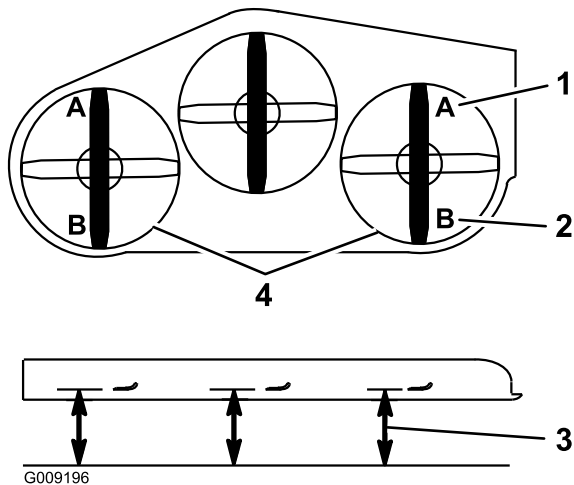

Figura 92
9. En ambos lados de la carcasa, mida desde la superficie nivelada hasta la punta delantera de la cuchilla (Posición A); consulte Figura 92.
15. En ambos lados de la carcasa, mida desde la superficie nivelada hasta la punta trasera de la cuchilla (Posición B). La distancia debe ser de 8.3 cm (3 1/4"); consulte Figura 92.